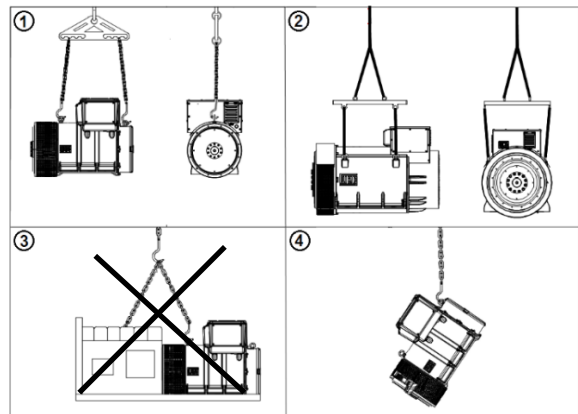

Figura 3.1: Manuseio do alternador
- A posição 1 da Figura 3.1, representa a forma correta de manuseio dos alternadores AG10 250, 280, 315 e 355;
- A posição 2 da Figura 3.1, representa a forma correta de manuseio do alternador AG10 400;
- As posições 3 e 4 da Figura 3.1, representam as formas incorretas de manuseio dos alternadores;